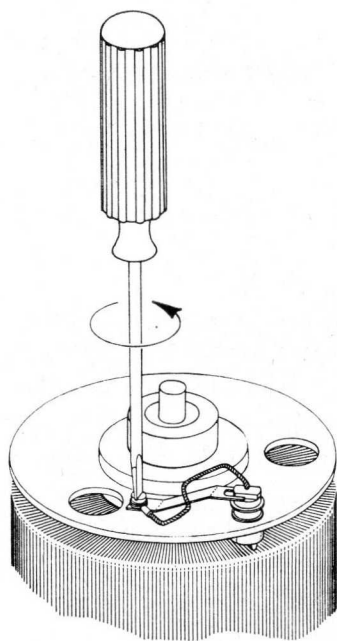

Abb. 7
- Bürste gemäß Abb. 7 bzw. 8 ersetzen.